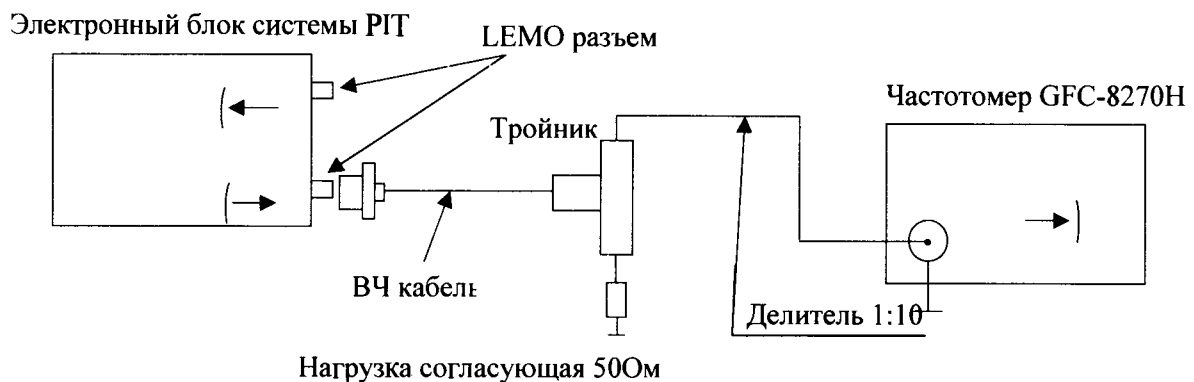

Рис. 4. Схема соединений при проверке частоты следования импульсов возбуждения системы
7.3.2.1. Для проведения проверки частоты следования импульсов возбуждения собрать схему, приведенную на Рис. 4.
7.3.2.3. Измерить с помощью частотомера частоту следования импульсов возбуждения на выходе генератора системы (Рис. 4).